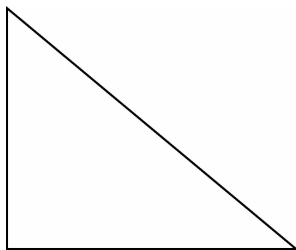

图 3-31 绘制直线对象
(1) 绘制长度为 78 mm、94 mm 的直线, 连接后形成一个三角形, 如图 3-31 所示。